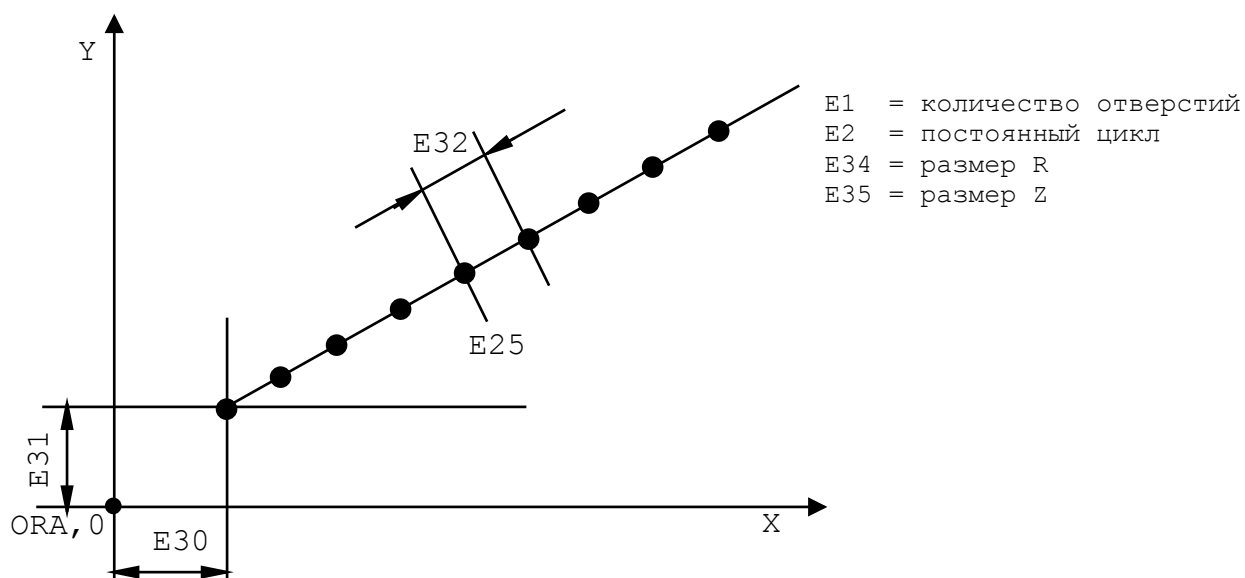

Рисунок 2.129
2) Линейная сетка. Этому примеру соответствует рисунок 2.129.